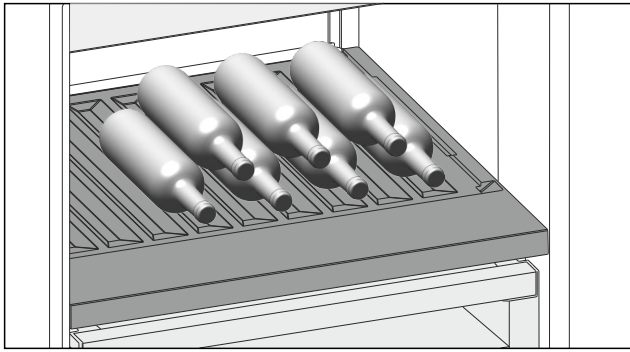

Fig. 117
- Flessen met de bodem naar achteren tegen de achterwand plaatsen. (zie Fig. 117)